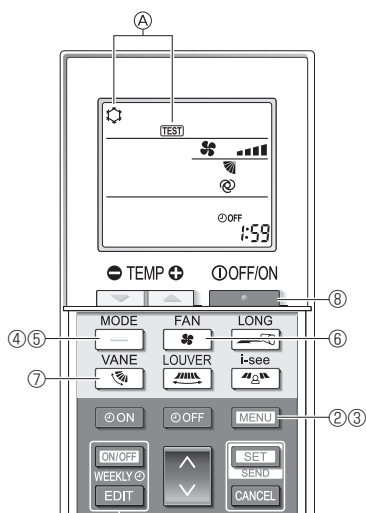

Fig. 7-8
- ① Mettez l'appareil sous tension au moins 12 heures avant l'essai de fonctionnement.
- ② Appuyez sur la touche **MENU** pendant 5 secondes. (Fig. 7-8) (Effectuez cette opération lorsque l'affichage de la télécommande est éteint.)
- ③ Appuyez sur la touche **MENU**. La mention **A** [TEST] et le mode de fonctionnement en cours sont affichés. (Fig. 7-8)
- ④ Appuyez sur la touche **—** pour activer le mode refroidissement, puis vérifiez que de l'air froid est soufflé par l'appareil.
- ⑤ Appuyez sur la touche **—** pour activer le mode chauffage, puis vérifiez que de l'air chaud est soufflé par l'appareil.
- ⑥ Appuyez sur la touche **⚙** et vérifiez que la vitesse du ventilateur change.
- ⑦ Appuyez sur la touche **🌀** et vérifiez que l'ailette automatique fonctionne correctement.
- ⑧ Appuyez sur la touche **•** pour terminer l'essai de fonctionnement. (Après deux heures, un signal sera émis pour arrêter l'essai de fonctionnement.)